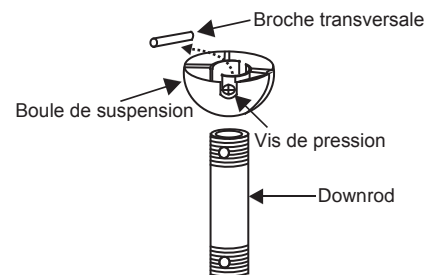

Fig. 8
Étape 5. Retirez la boule de suspension de la tige de suspension en desserrant la vis, en dégageant la tige transversale et en dévissant la balle de la tige. (Fig. 8)